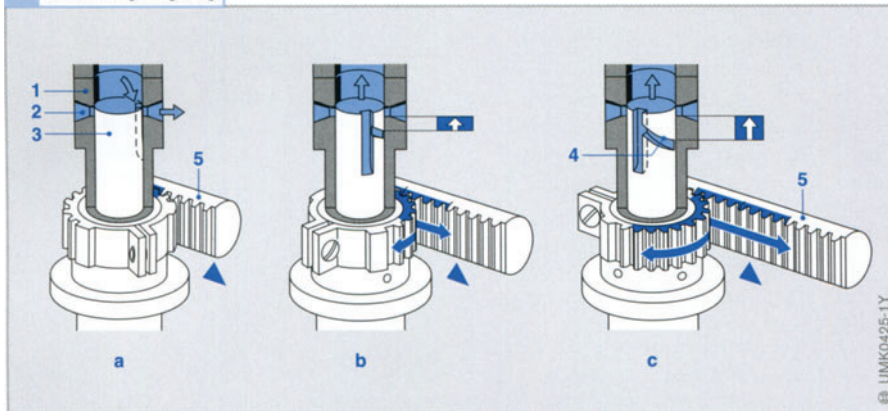

Bild 7
Die Kraftstoffmenge lässt sich durch das Verändern des Nutzhubes steuern (Bild 7). Hierzu verdreht die Regelstange (5) den Pumpenkolben (3) so, dass mit der schräg verlaufenden Steuerkante (4) des Pumpenkolbens der Zeitpunkt des Förderendes und damit die Fördermenge verändert werden kann (Absteuern).
Die Bewegungsübertragung zwischen Regelstange und Pumpenkolben kann – wie in Bild 7 dargestellt – über eine gezeichnete Regelstange und ein auf der Regelhülse aufgeklemmtes Zahnsegment¹⁾ oder über eine Regelstange mit Führungsschlitzen und einem Stift bzw. einem Kugelkopf²⁾ erfolgen.